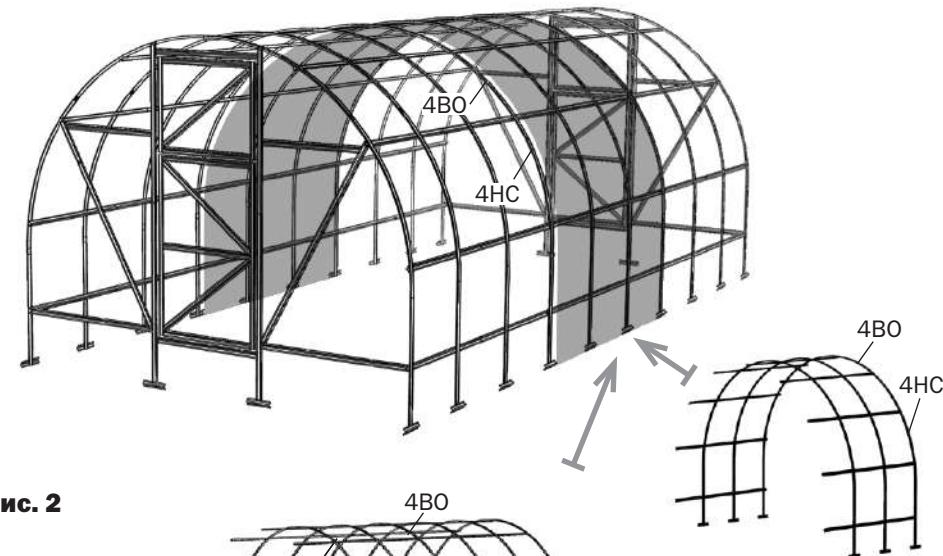

**Рис. 1**
- 1.** Общий вид каркаса представлен на **рис.1**. Детали устанавливаются так, чтобы боковые полки профиля были обращены к покрытию. Каркас составляется из нумерованных элементов, часть которых выполнена сборными из нескольких деталей, имеющих одинаковый номер, но отличающихся индексами.